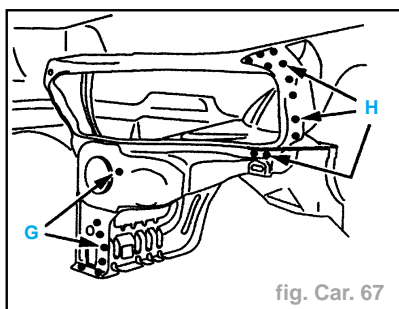

fig. Car. 67
- Poser la demi-façade (fig. Car. 67).